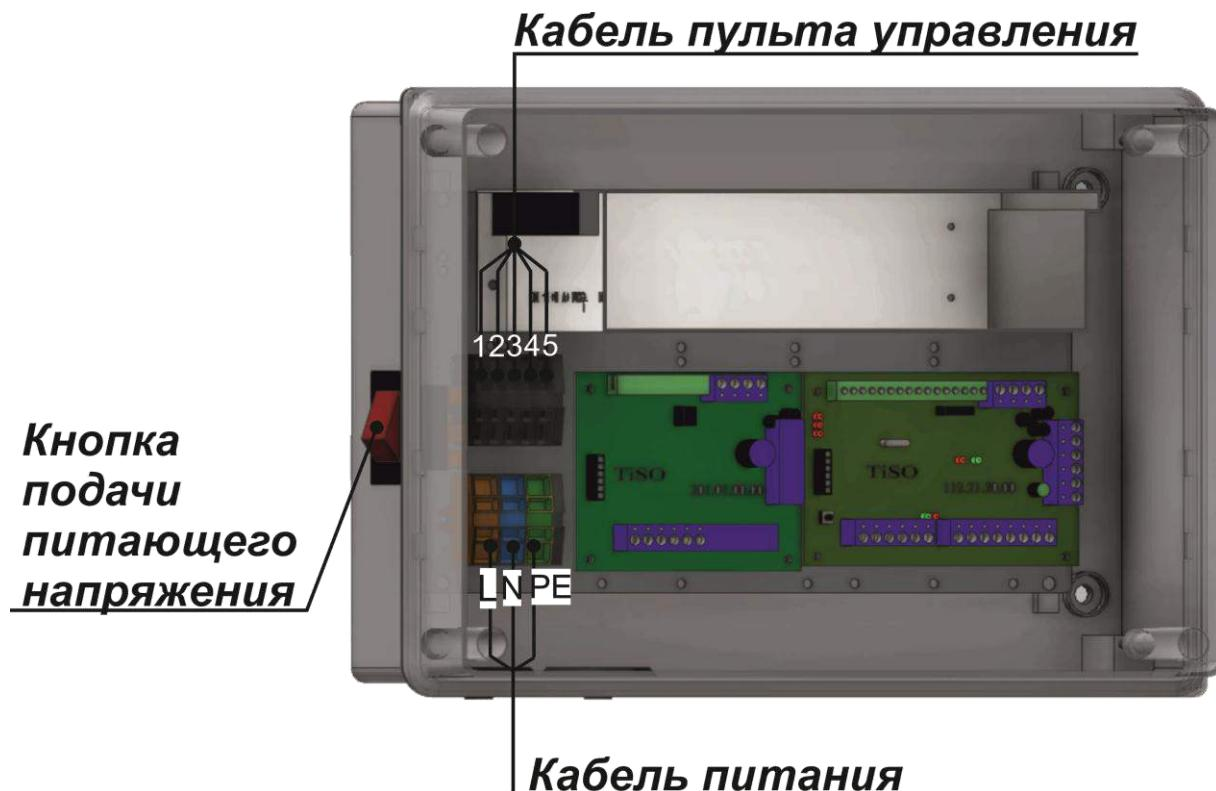

Рис.13– Блок электронного управления – подключение турникета
2.2.6 Подключение турникета (см.рисунок 13):